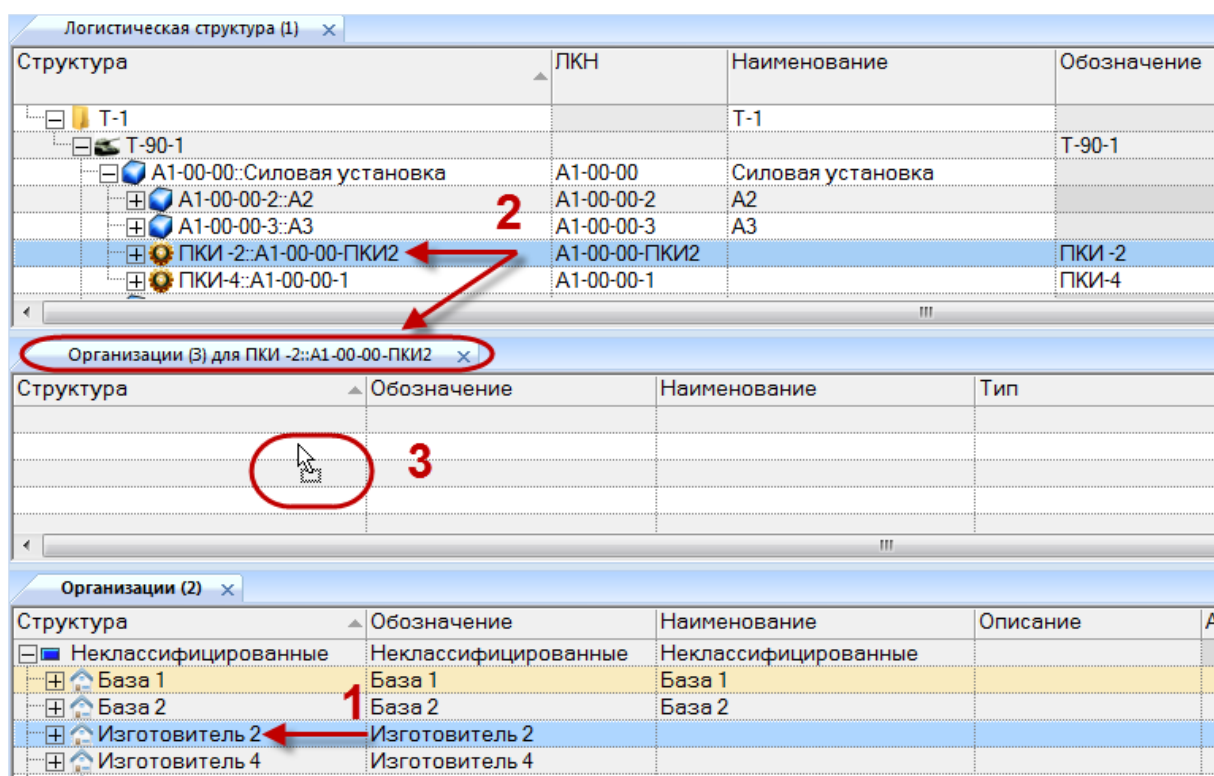

Рис. 9-51 – Перемещение организации в окно связанных объектов «Организации» для компонента
3) Нажать кнопку «Организации» панели «Связанные объекты». Откроется окно связанных объектов «Организации» для выбранного компонента (1 на рис. 9-51).
4) Переместить организацию из рабочего окна «Организации» в окно связанных объектов «Организации» для компонента (2 и 3 на рис. 9-51).